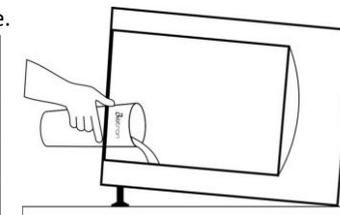

Figura 9.
copo dosador (19) para realizar esta instrução conforme ilustra a Figura 9.